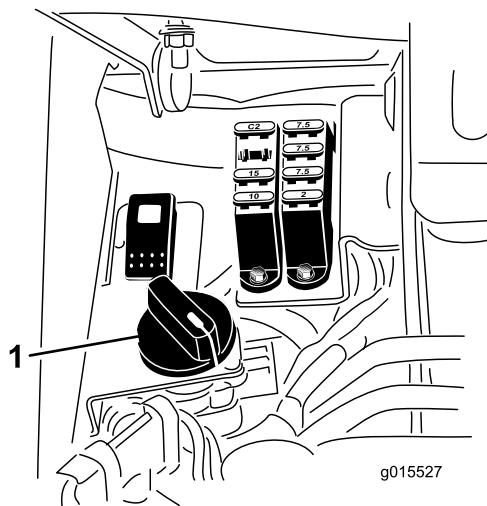

Figura 41
4. Para establecer la velocidad de los molinetes, gire el pomo (Figura 41) hasta que las flechas apunten al número que indique el ajuste deseado.